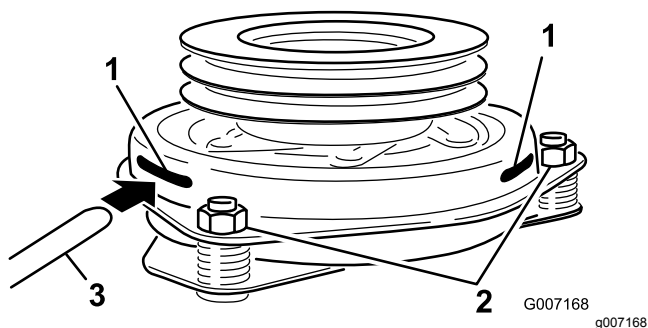

Figura 79
9. Inserite uno spessimetro da 0,381 a 0,533 mm attraverso una scanalatura d'ispezione sul lato del gruppo (Figura 79).
10. Stringete i dadi di bloccaggio fino a fissare leggermente lo spessimetro facendo però in modo di poterlo muovere facilmente all'interno del traferro (Figura 79).